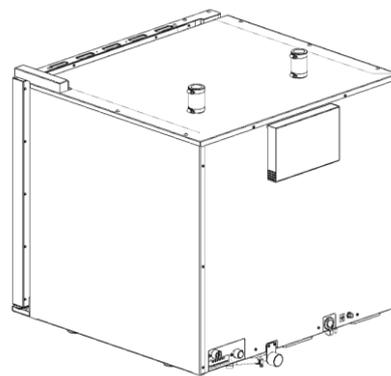

Рис. 8
12. Установить и закрепить рукава (патрубки) с хомутами на трубки конвекционной печи (см. Рис. 8).